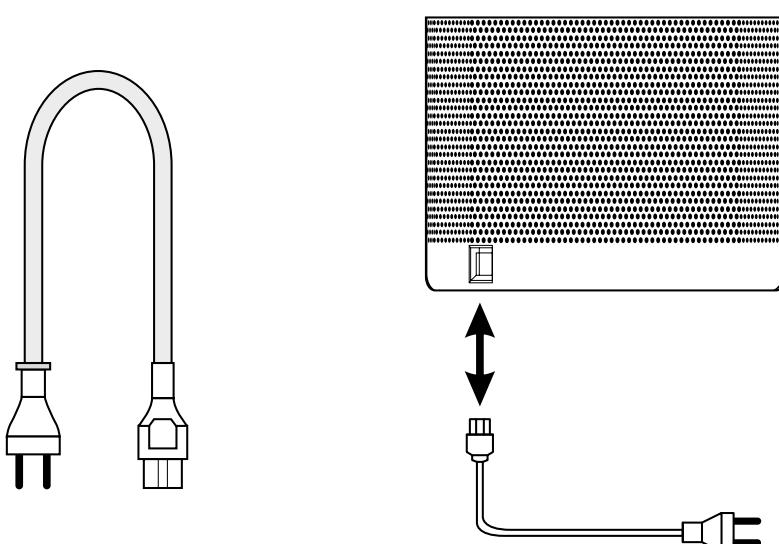

Fig. 3
- Conecte el cable de conexión a la base del aparato (Fig.3).